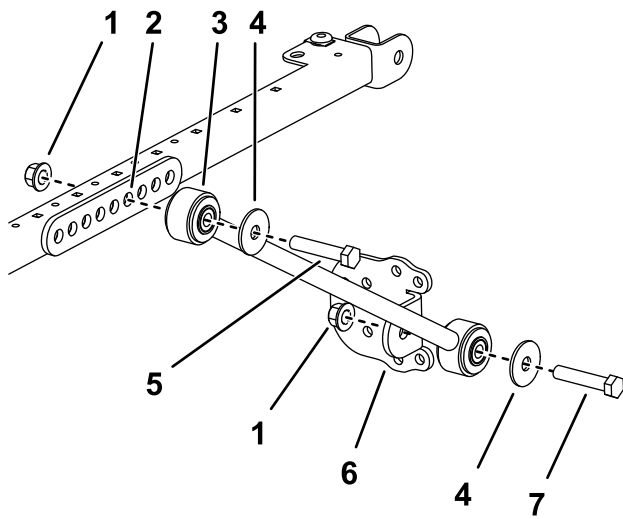

Bild 45
5. Befestigen Sie an jeder Seite des Sonnendachrahmens einen Verlängerungslenker mit zwei Schrauben ($\frac{1}{2}$ " x $2\frac{3}{4}$ ") und zwei Bundmuttern ($\frac{1}{2}$ ") lose im vierten Loch der Strebenbefestigung, wie in Bild 45 abgebildet.
6. Befestigen Sie eine Strebenhalterung mit einer Schraube (1/2" x 2 1/2"), einer Scheibe (1/2") und einer Bundmutter (1/2") an jeder Strebe, wie in Bild 45 abgebildet.